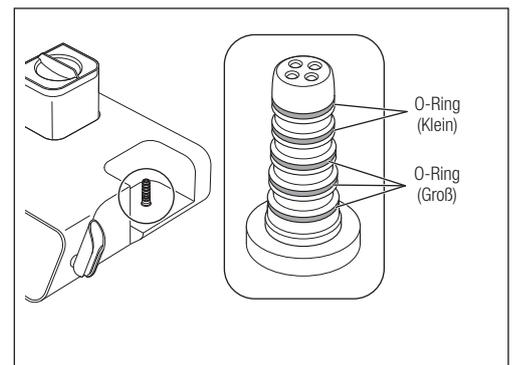

Abb. 48
- 1) Entfernen Sie die O-Ringe mit einer Nadel oder dergleichen vom Anschluss am Kammerboden (Abb. 48).
VORSICHT ⚠ • Da die Größe der O-Ringe unterschiedlich sein kann, achten Sie darauf, sie an der richtigen Stelle auszuwechseln (Abb. 48).